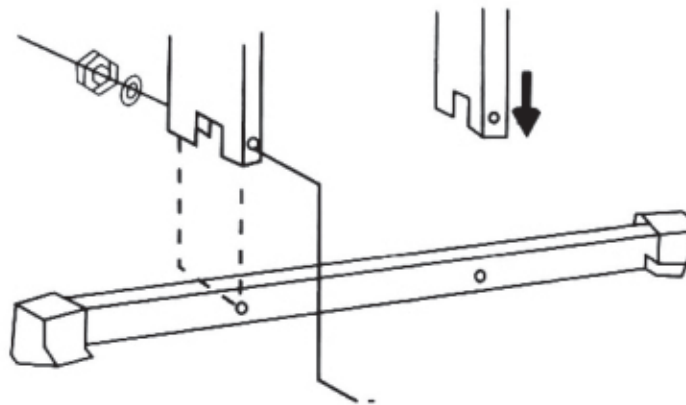

рис.2
1. Поместите планку стабилизатора в конец продольной балки (см. рис.2)